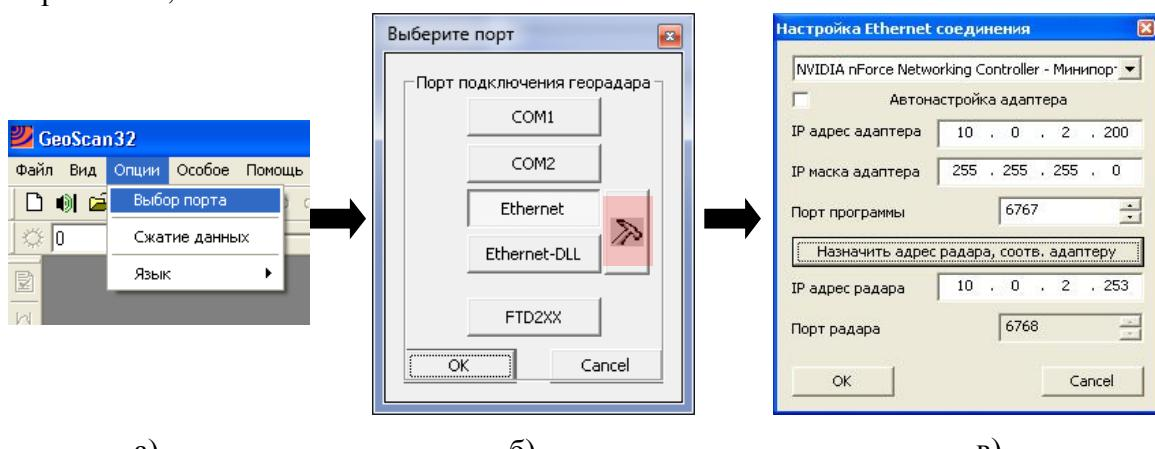

Рис. 3.2 - Панель «Настройки Ethernet соединения»
1. Выберите пункт «Выбор порта» в меню «Опции» (Рис. 3.2, «а»);
2. В открывшемся окне выберите порт «Ethernet» и нажмите кнопку «OK» (Рис. 3.2, «б»). Настройки следует осуществлять при подключённом и работающем Блоке Управления;
3. В верхней части панели «Настройка Ethernet соединения» выберите сетевой адаптер, через который георадар связывается с программой (Рис. 3.2, «в»);